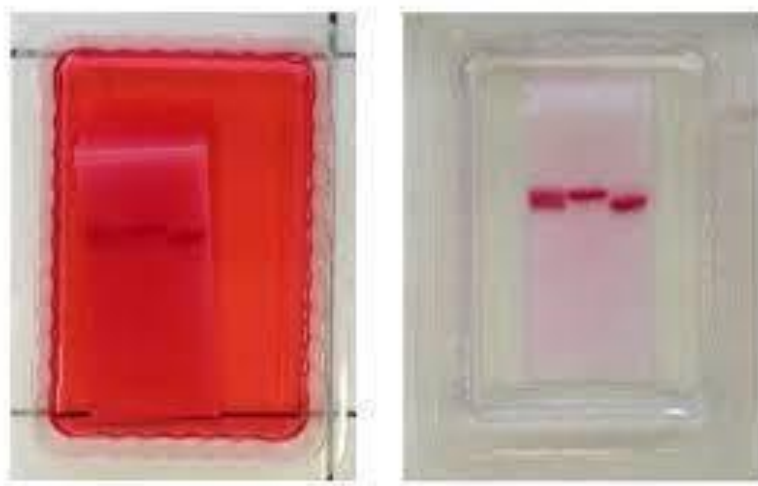

Figure 02. Révélation des taches protéiques et décoloration du papier
- **Traitement de la bande :** après le temps d'analyse, l'échantillon (protéine) est fixé avec un acide fort ou chauffage pour éviter toute perte de molécule pendant la coloration. Les bandes sont ensuite mises dans un bain de colorant (rouge Ponceau, Bleu de comassi, vert de lissamine ou amidoschwartz) qui se fixe sur les protéines d'une manière non sélective. La décoloration du fond du support est faite avec une solution d'acide acétique à 5% (Fig. 02).